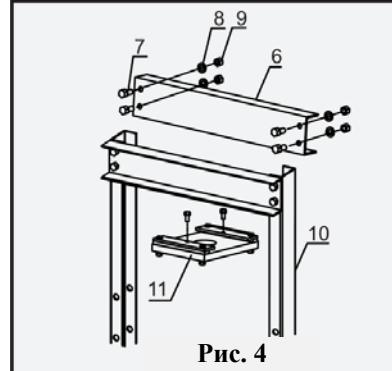

Рис. 4
- Совместите отверстия верхней балки с отверстиями вершины стоек рамы (10) и закрепите верхнюю балку при помощи болтов (7), шайб (8) и гаек (9). Закрепите опорную пластину цилиндра (11). Смотрите рис. 4.